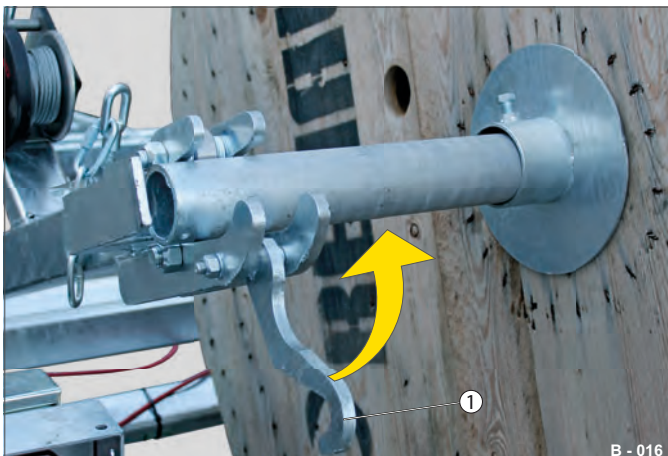

Abb. 13 Kabeltrommel aufgenommen
► Schwenken Sie den Haken (Abb. 13/1) um die Transportwelle hoch.